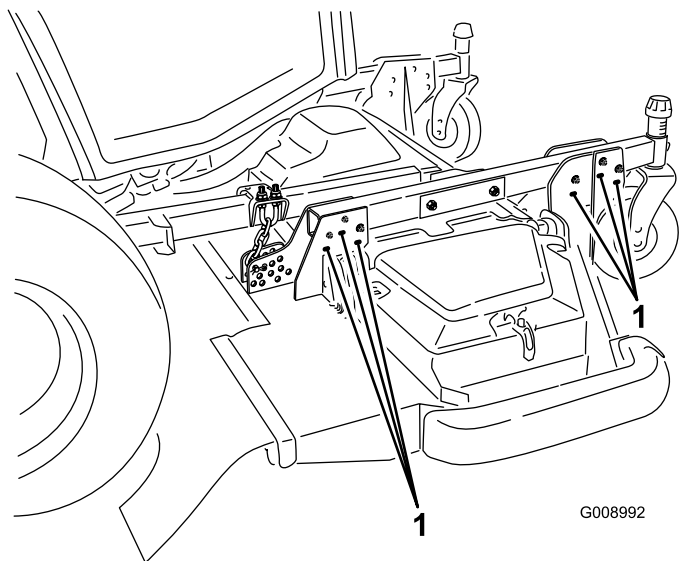

図 26
7. 刈高を 102 - 153 mm にセットするには、デッキハンガーブラケットを刈高キャスタアームに固定している取り付けボルトを外し、デッキハンガーブラケットを刈高キャスタアームの下穴に付け替える（図 26）。